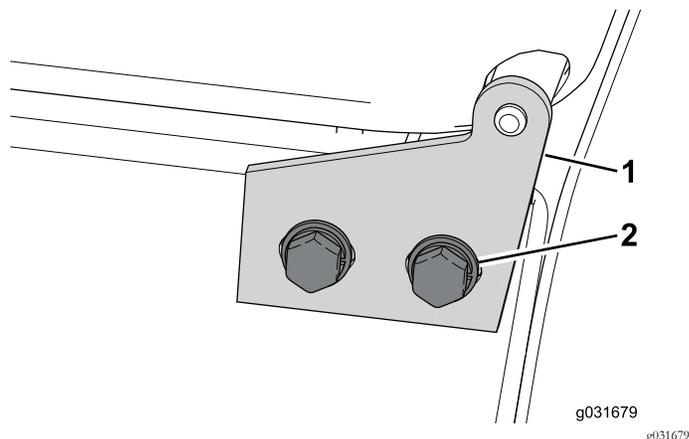

Figura 54
1. Afloje los 4 pernos que sujetan el capó a la bisagra del capó (Figura 54).